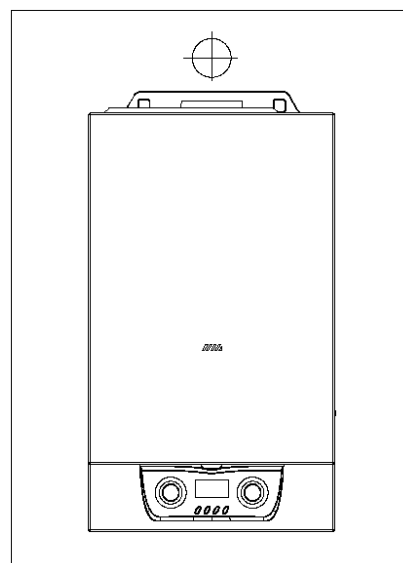

Рис. 8
- е) далее котел навесьте на подвесную панель (рис. 8)